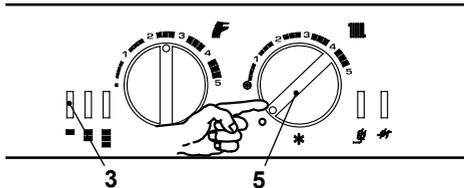

Figura 6.5
- Spegnere la caldaia portando il selettore di funzione 5 sulla posizione "O" come in Figura 6.5.